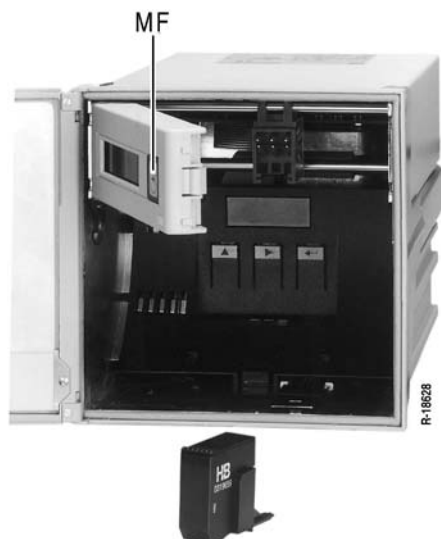

Bild 9 Farbkopf einsetzen (Displayausführung)
Displayausführung (siehe Bild 9)
5. Farbkopf gemäß Bild 9 einsetzen.